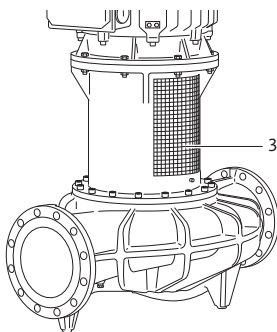

Fig. 48: Placa de protecție a cuplajului montată
- **Utilizați pompa doar cu plăcile de protecție a cuplajului montate (Fig. 48, poz. 3).**